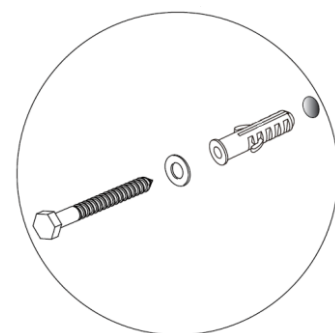

Fig. 3
- Posizionare la staffa di montaggio a parete (5) contro la parete e utilizzarla come dima per contrassegnare i punti di foratura. Si raccomanda che i fori inferiori di fissaggio siano situati a circa 80 cm dal pavimento.
- Inserire i tasselli in plastica nei fori, quindi fissare saldamente la staffa di montaggio utilizzando i bulloni e le rondelle forniti (vedere Fig. 3).
- Agganciare l'avvolgitubo alla staffa di montaggio e bloccarlo inserendo il tubo di fissaggio (7).
- Collegare il tubo di alimentazione (6) alla rete idrica.